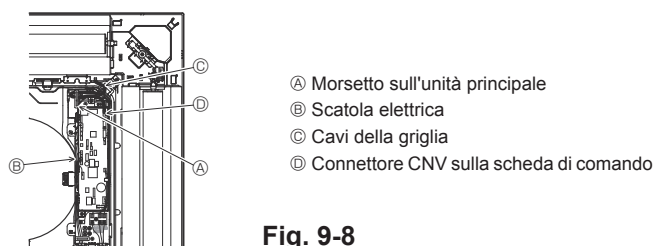

Fig. 9-8
9.4.4. Collegamento elettrico (Fig. 9-8)